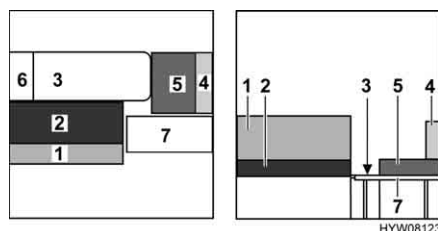

Fig. 103 Durante la trasformazione
- Fissare la piastra di supporto (Fig. 103,7).